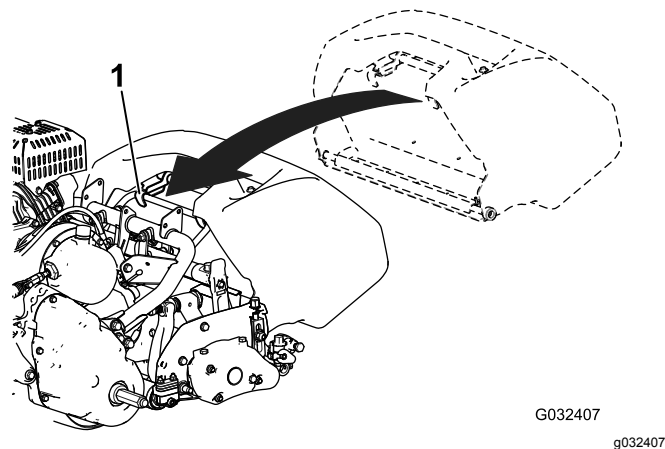

图11
1. 抓住集草斗的手柄(图11)。
2. 将集草斗凸缘放入滚刀组侧板之间前滚筒之上 图11。
3. 将集草斗钩安装到环形机架上 (图11)。